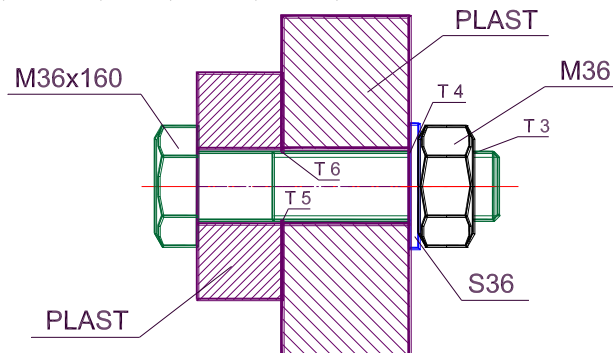

Рис.5.1 Сборочный чертеж
- Многократно вставить блок «Высотная_отметка» из внутренней библиотеки в соответствии с Рис.5.1.